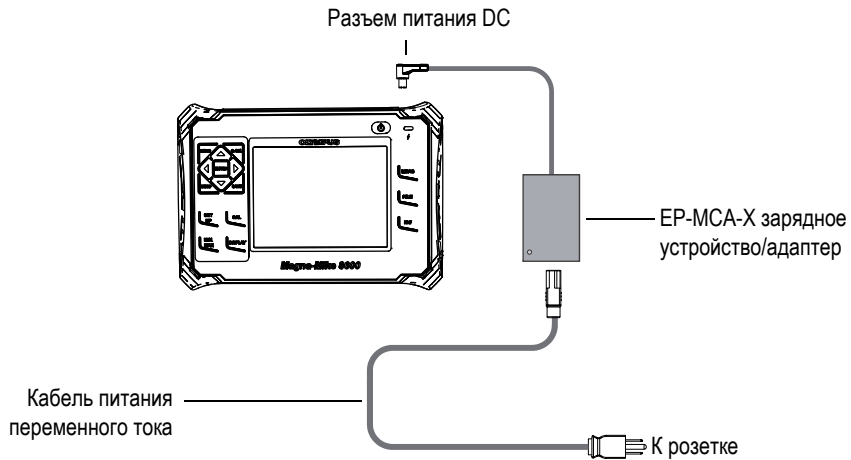

Рис. 1-8 Подключение зарядного устройства/адаптера
1. Подключите кабель переменного тока к зарядному устройству/адаптеру и нужной розетке электропитания (см. Рис. 1-8 на стр. 28)